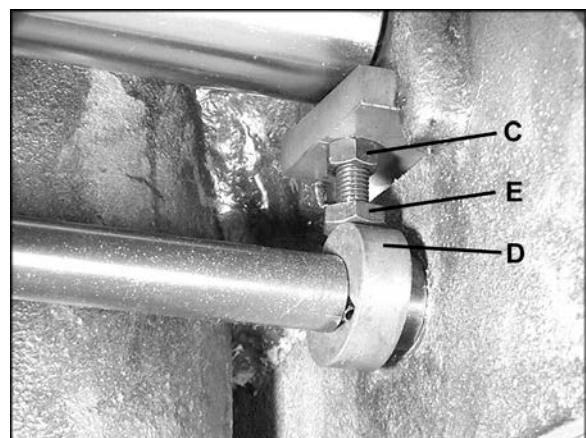

Рис. 13
5. Если показания индикатора больше или меньше нуля, с помощью гаечного ключа ослабьте шестигранную гайку с нижней стороны стола (С, рис. 13), которая находится над кулачком (D, рис. 13) ближе к концу ролика, который необходимо отрегулировать. Поверните винт (Е, рис. 13) до тех пор, пока калибровочная метка не окажется в нулевом положении.
7. Затяните гайки (С, Рис. 13) на обоих концах стола.